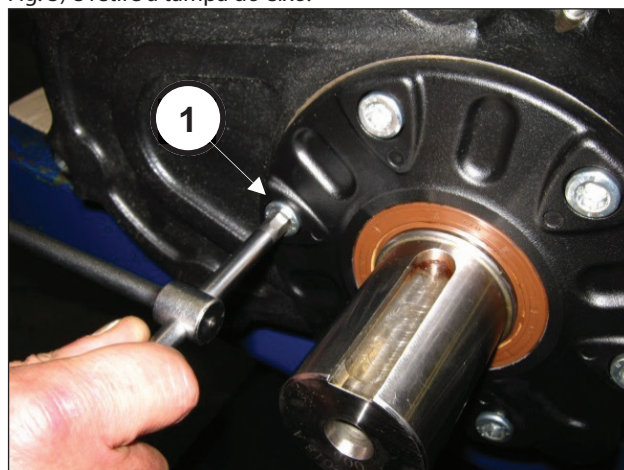

Fig. 3
Solte os parafusos de fixação da cobertura do pinhão (pos. ①, Fig. 3) e retire a tampa do eixo.